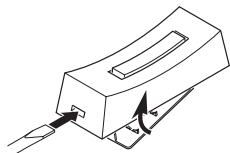
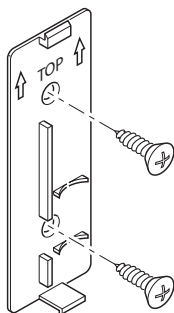

Figura 1
Figura 3
- 1. Instalar pila alcalina de botón tipo A23 de 12 voltios (Se incluye).** Extraer la parte posterior de la caja presionando la aleta en el botón con un destornillador pequeño (vea la Figura 1). Vea el diagrama dentro del pulsador para la orientación correcta de la pila. *Nota:* Si las baterías están preinstaladas, quite la aleta anaranjada de las baterías.
- **Montaje con tornillos:** Para montar con tornillos, quite la parte de atrás de la caja empujando hacia adentro la lengüeta de abajo con un destornillador pequeño y girando la cuchilla (vea la Figura 1). *Nota:* Quite la suciedad de los orificios para tornillos (si es necesario) antes de poner los tornillos. Coloque la parte de atrás de la caja contra la jamba o la pared (vea la Figura 3). Encaje a presión la parte frontal del pulsador.